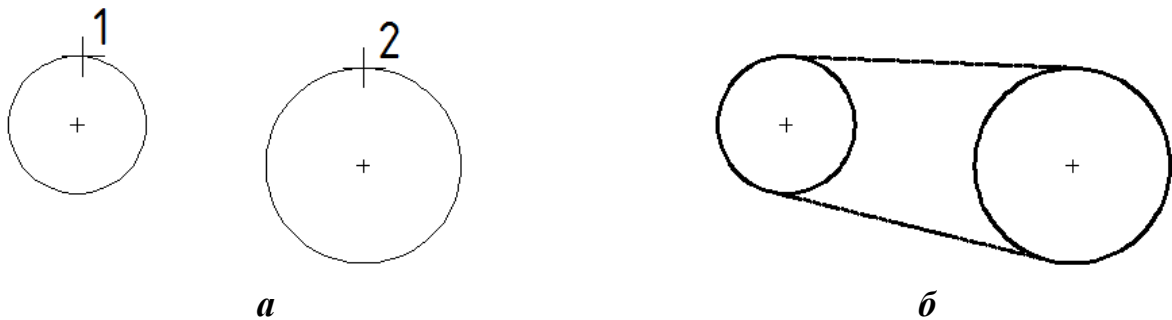

Рис. 2.6
Побудова дотичних до двох кіл виконується таким чином (рис. 2.6):
- Клацнути курсором в точці **1** (рис. 2.6,*а*).
Результат побудови показаний на рис. 2.6,*б*. Нижня дотична побудована аналогічним чином.